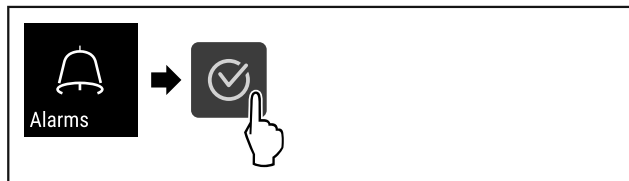

Fig. 130
- ▶ Stappen (zie Fig. 130) uitvoeren.